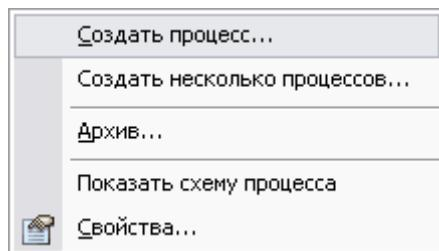

Рис. 24 Контекстное меню шаблона
- Нажмите правой кнопкой мыши на название соответствующего шаблона и выберите из контекстного меню команду **Создать процесс...**(Рис. 24).